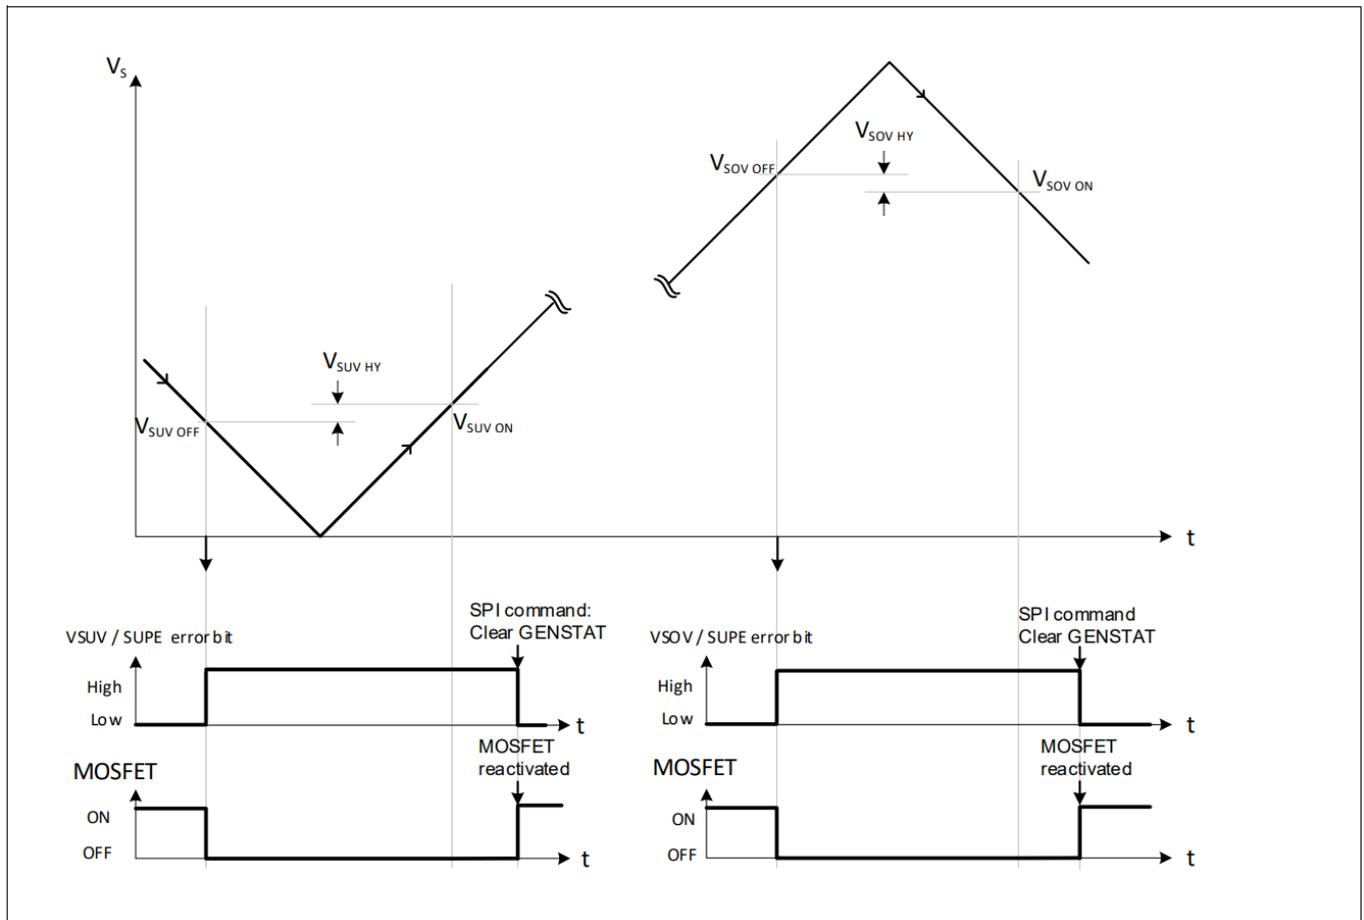

图 37  $V_S$ 过压和欠压条件下的输出行为
- $V_S > V_{SUV\ ON}$ （见图 37）。
- $V_S < V_{SOV\ ON}$ （见图 37）。